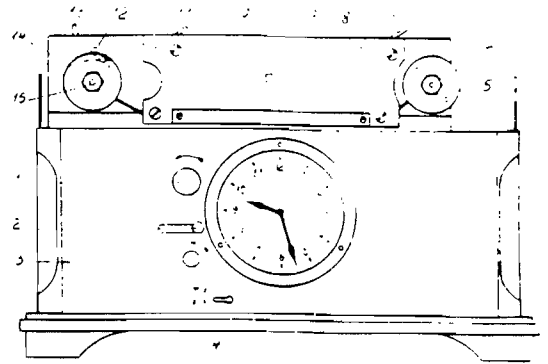

Bild 1
Öffnen des Apparates (Bild 1):
Der Rastenhebel RH an der Rückseite des Apparates wird von Raste 1 in Raste 2 gestellt, bis die Zeiger die gewünschte Zeit zeigen und dann zurück auf 1. Eine schnelle Bewegung von 1 auf 2 und zurück entspricht einer Minute. Hierauf wird der Schloßschlüssel in der Öffnung (4) der Vorderwand (Bild 1) leicht nach rechts gedreht auf M (Marsch), worauf die Uhr sofort zu laufen beginnt.
Einstellen des Datums (Bild 1):
Aufziehen des Apparates (Bild 1):
Abstellen des Uhrwerkes (Bild 1):
Farbbandschaltung (Bild 1):
Einsetzen eines neuen Farbbandes (Bild 1):